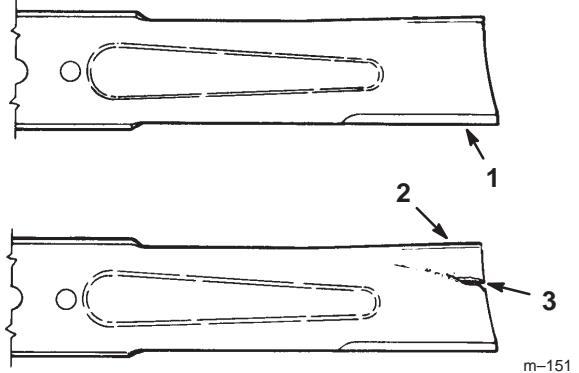

Figure 18
1. **Inspectez les tranchants des lames (Fig. 18).** Si les lames ne sont pas tranchantes ou si elles présentent des indentations, déposez-les et aiguisez-les (voir Aiguisage des lames, page 30).
2. **Inspectez les lames, surtout la partie incurvée (Fig. 18).** Remplacez immédiatement toute lame endommagée, usée ou qui présente une entaille (repère 3 de la Fig. 18).